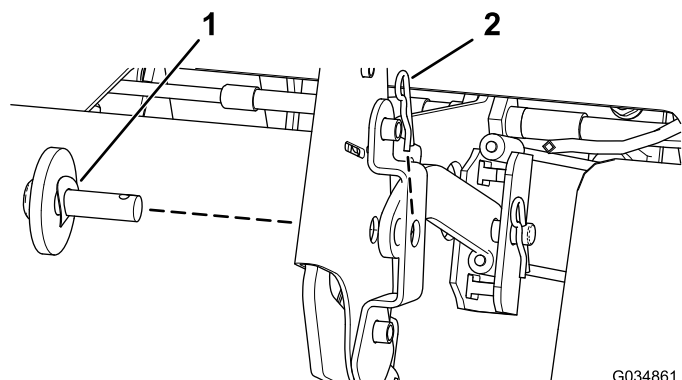

图7
4. 移开开关上的凸耳，然后将带垫圈的柱销插入孔中 (图7)。
5. 安装发卡销 (图7)。